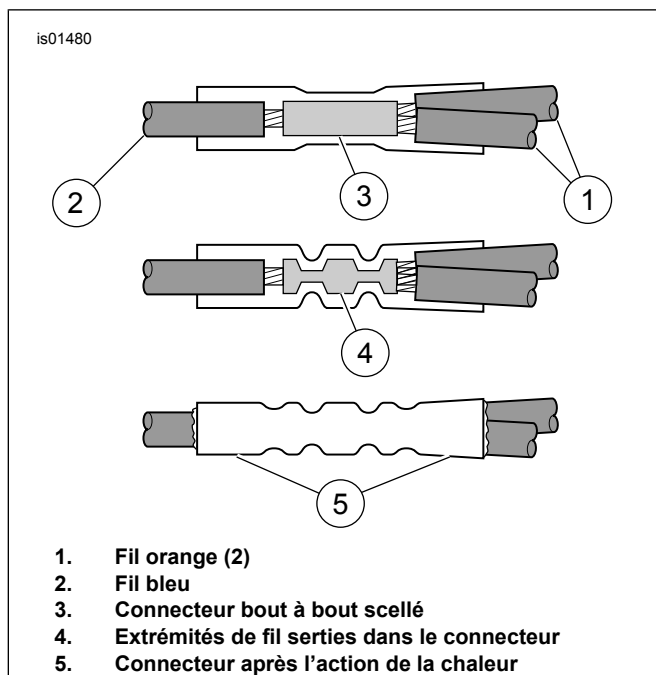

Figure 2. Pose du connecteur bout à bout scellé
- e. Voir Figure 2. Introduire le fil bleu (2) du relais de feu de stop et les extrémités des deux fils orange (1) dans le connecteur bout à bout scellé (3) du kit.
- g. Voir Figure 2. À l'aide du chalumeau Ultratorch UT-100 (H-D 39969), du pistolet thermique Robinair (H-D 25070) avec accessoire de thermorétrécissement (H-D 41183), ou de tout autre appareil de chauffage par rayonnement approprié, chauffer uniformément l'épissure sortie pour encapsuler la connexion bout à bout. Chauffer du centre du sertissage vers chaque extrémité jusqu'à ce que le produit d'étanchéité fondant déborde aux deux extrémités du connecteur (5). Laisser refroidir le connecteur.